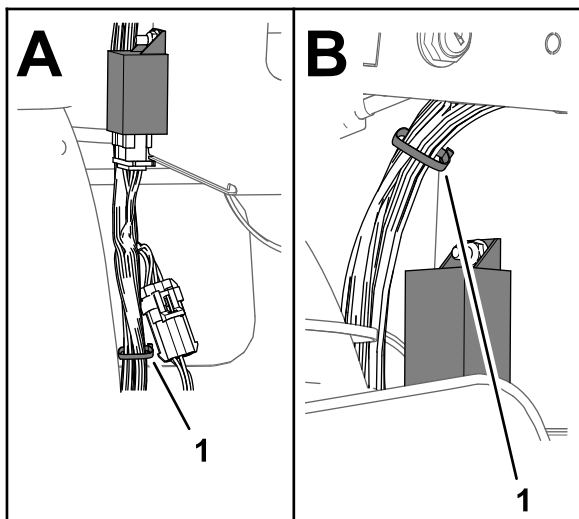

Figura 23
- Sujete la rama de 108 cm del arnés de cables del kit al arnés de cables delantero de la máquina con 2 bridas, según se muestra en Figura 23.